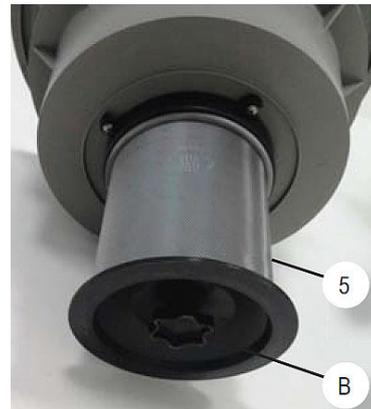

Abb. 16: Prüfung des Schwimmers
- Lösen Sie den Drehknopf B (Abb. 16) und entnehmen Sie das Filtergitter 5 (Abb. 16).